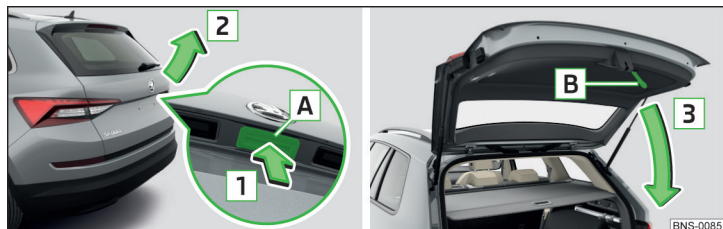

Fig. 58 Ouverture/fermeture du capot du coffre à bagages
- Pour **ouvrir**, appuyez sur la touche **A** dans le sens de la flèche **1** » fig. 58.
La touche **A** » fig. 58 est désactivée lors du démarrage ou à partir d'une vitesse supérieure à 5 km/h. La touche est réactivée après l'arrêt du véhicule et l'ouverture d'une porte.